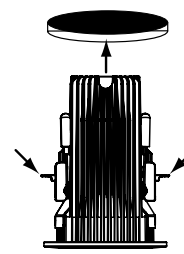

Figure 4
Étape 5. Insérez le module dans le plafond (Fig. 4). Chaque clip a un déclencheur (indiqué par des flèches à gauche et à droite dans la Figure 4), et appuiera lorsque le module sera inséré dans le plafond. Après la dépression des déclencheurs, les clips seront relâchés et appuyez sur le plafond, en maintenant le module en place (Fig. 5).